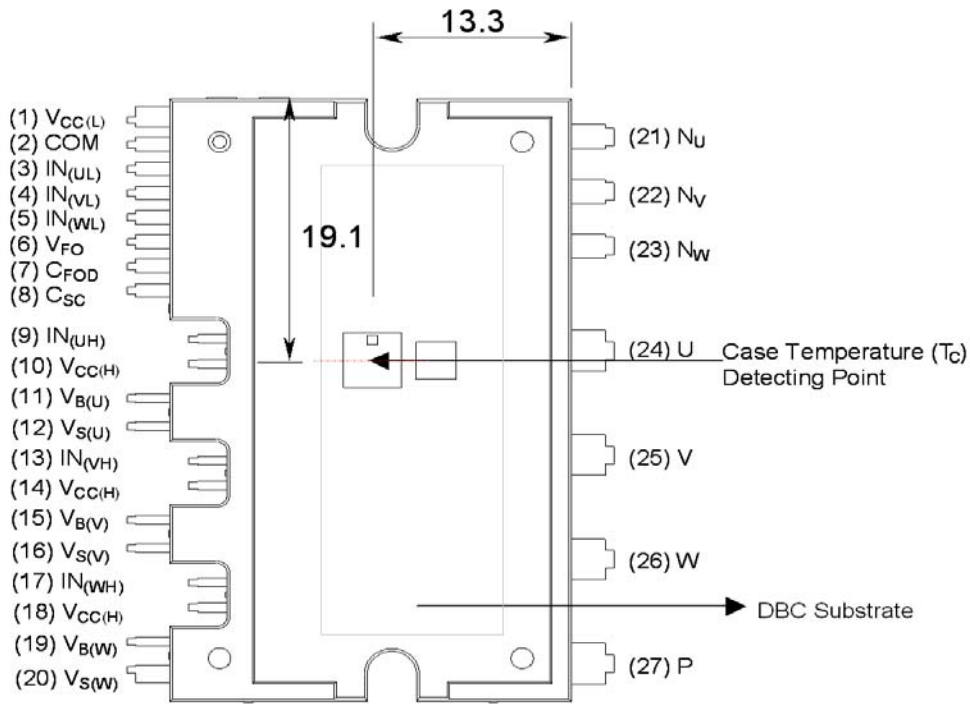

图 2. 俯视图
2. 关于壳体温度 ( $T_C$ ) 的测量点, 参见图 2。